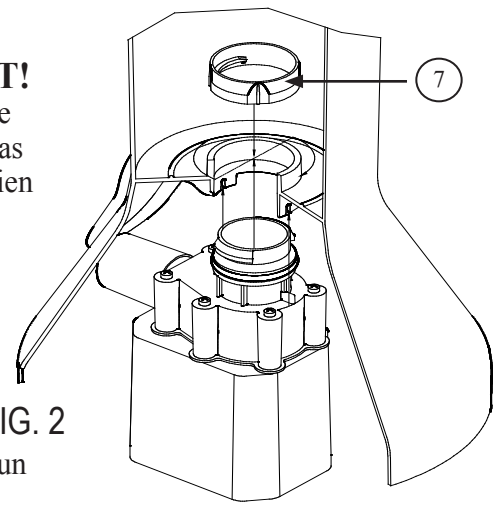
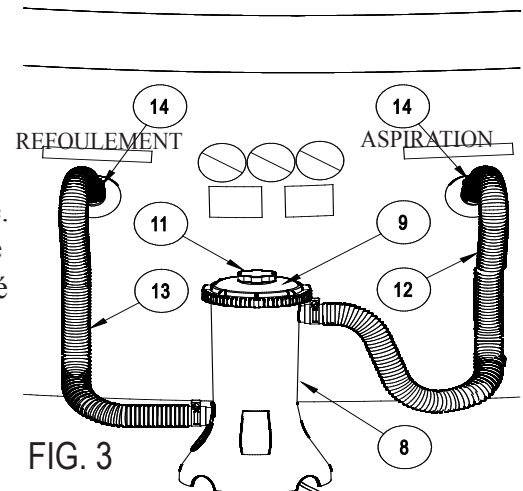

FIG. 2
FIG. 3
- A. D'abord, retirez la bague de retenue de couvercle étanche (10), le couvercle étanche (9) et la cartouche filtrante (15) de la cuve du filtre. Lubrifiez le joint torique de la pompe (5) avec de la vaseline. Tenez fermement la cuve du filtre (8) et insérez l'ensemble de la pompe (1) de manière que la sortie du boîtier du volute (4) s'étende à travers l'ouverture sur le côté de la base. Insérez la pompe à fond tout en faisant passer les deux lèvres du boîtier du volute à travers les deux fentes dans le fond de la cuve. Par l'intérieur de la cuve, installez l'écrou de retenue de la pompe (7) audessus de l'entrée du boîtier du volute. Vissez l'écrou (7) dans le sens des aiguilles d'une montre jusqu'à un serrage ferme. Voir Fig. 2.
- B. Prenez les tuyaux d'aspiration et de refoulement (12, 13) et du sac de quincaillerie retirez deux colliers de serrage (14). Desserrez les colliers de serrage et glissez-les sur une extrémité de chaque tuyau. Montez un tuyau sur l'entrée de la cuve du filtre et le second tuyau sur la sortie de la cuve du filtre. Serrez les deux colliers de serrage (14).
- C. Repérez les pièces (16-21) des deux ensembles de traversée de paroi de piscine. Lubrifiez le joint d'étanchéité noir (21) et placez-le sur les filets de la traversée de paroi (16). Insérez la traversée de paroi de piscine avec un joint d'étanchéité à travers un des trous dans la paroi par l'intérieur de la piscine. Placez la rondelle de butée blanche (17) sur la traversée de paroi et ensuite vissez l'écrou (18) sur la traversée de paroi sans trop serrer. **NE PAS** visser trop fort l'écrou sur la traversée de paroi ou faire des faux plis autour de la rondelle de butée (17) ou autour du joint d'étanchéité (21). Bouchez la traversée de paroi de piscine (16) avec le bouchon (20) de l'intérieur de la piscine. Répétez ce processus pour l'autre ensemble de traversée de paroi en les installant dans l'autre trou dans la paroi. Gardez pour plus tard les préfiltre (19) des traversées de paroi. Commencez à remplir la piscine.
- D. Après avoir rempli la piscine, positionnez le moto-filtre entre les deux traversées de paroi sur le côté de la piscine, environ 15.24cm loin de la base. Le tuyau d'aspiration (12), attaché au haut de la cuve du filtre, doit faire face à droite, et le tuyau de refoulement (13) attaché à la pompe, côté bas de la cuve, doit faire face à gauche. Voir Fig. 3.
- E. Glissez les deux colliers de serrage (14) restants sur les extrémités des deux tuyaux. Raccordez les tuyaux aux traversées de paroi, pour l'aspiration et le refoulement, installées sur le côté de la piscine. L'aspiration est à droite et le refoulement est à gauche. Serrez les deux colliers de serrage (14) pour tenir en place les deux tuyaux.
- F. Dévissez de 1-1/2 tours la vis évent (11) sur le couvercle étanche (9). **NOTEZ: ÉVENTER LE SYSTÈME EST NÉCESSAIRE POUR LAISSER L'AIR S'ÉCHAPPER QUAND LA CUVE DU FILTRE SE REMPLIT D'EAU.**
- G. Retirez les deux bouchons (20) des traversées de paroi aspiration et refoulement de l'intérieur de la piscine. Cela permet au système du filtre de se remplir d'eau. **NE PAS** jeter les bouchons (20) des traversées de paroi - Vous en aurez besoin pour remplacer la cartouche filtrante ou l'entretien de la pompe. Quand le système est plein, l'eau apparaîtra sortant du sillon de la vis évent. Par serrage à main, revissez la vis évent dans le couvercle étanche jusqu'à ce que le joint torique forme avec la vis un joint étanche et l'eau s'arrête de s'échapper. Maintenant prenez les deux Préfiltre (19) et emboîtez-les sur les Traversées de Paroi (16).